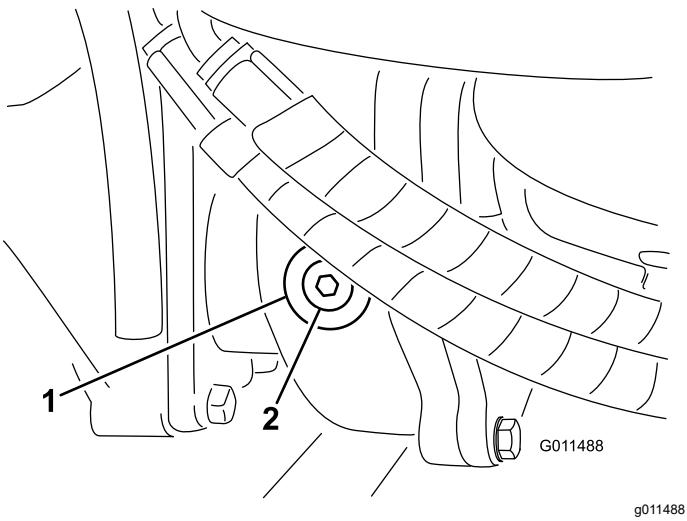

Figura 73
2. Togliete il tappo di controllo/riempimento dal lato sinistro del riduttore e verificate che il lubrificante raggiunga la base del foro (Figura 73).